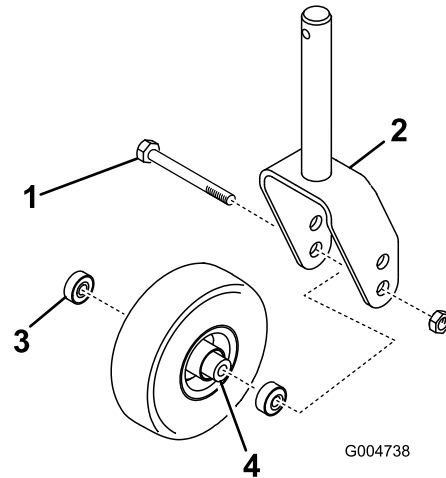

Figure 142
- Retirez le contre-écrou du boulon qui fixe la roue pivotante entre la chape ou le bras de pivot (Figure 142).
- Maintenez la roue pivotante et sortez le boulon de la chape ou du bras pivotant (Figure 142).
- Enlevez le roulement du moyeu de la roue et laissez tomber la douille d'écartement à l'extérieur (Figure 142).
- Enlevez le roulement de l'autre côté du moyeu (Figure 142).